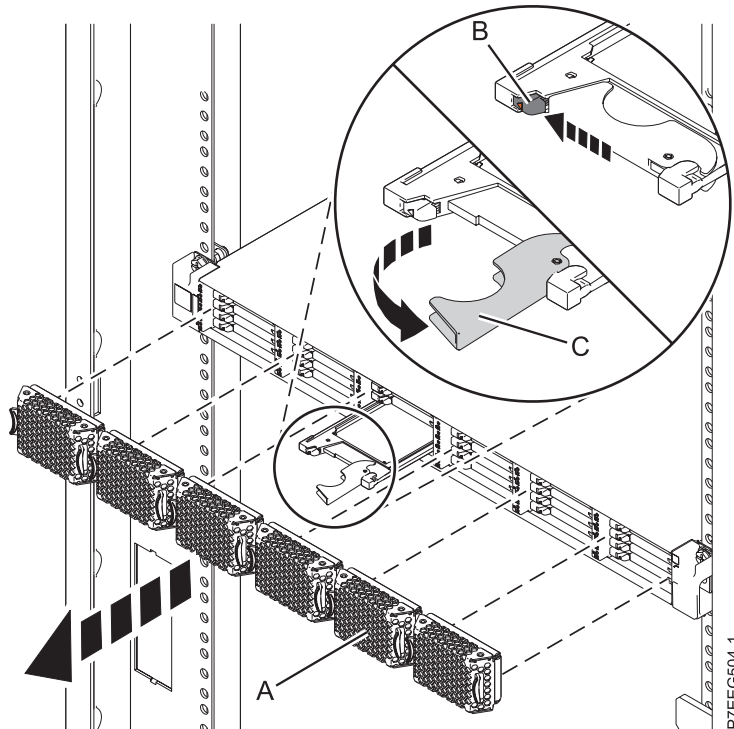

Figure 19. Retrait de l'unité SSD d'une armoire de stockage PCIe ED/R1
2. Poussez doucement le taquet de déverrouillage **(B)** pour déverrouiller la poignée de l'unité. Pour plus d'informations, voir figure 19, à la page 33.